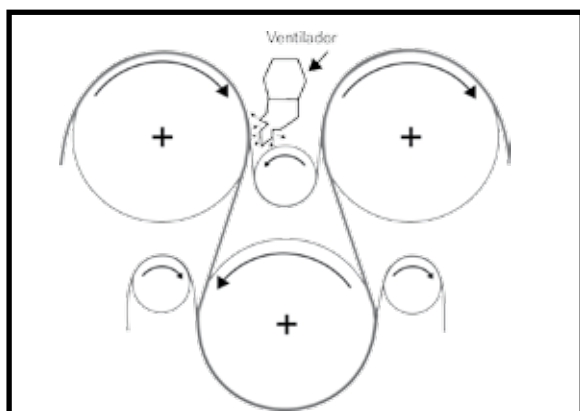

Figura 1. Sistemas de insuflamento de ar no bolsão através da tela secadora
A imagem térmica do perfil de papel na enroladeira (Figura 1) mostra as faixas longitudinais com diferenças de temperaturas significativas na região do LA quando comparado com o lado de comando (LC).
Atualmente, melhorar a eficiência da secagem é um objetivo importante para muitos fabricantes de papel devido ao aumento dos custos de energia e as limitações de produção. Desta forma o objetivo principal de muitas fábricas é fazer com que as máquinas funcionem com maior velocidade, eficiência e produtividade. As tendências dos desenvolvimentos para seção de secagem são em sua maioria para propiciar maior estabilidade da folha com aumento de eficiência nos sistemas Monotelas ou Unirun. Isto tem sido fundamental para atingir novos patamares de velocidade. Entretanto a maioria das máquinas ainda utiliza seções convencionais, onde ocorrem poucos desenvolvimentos, porém são maiores as exigências de produção (Figura 1).